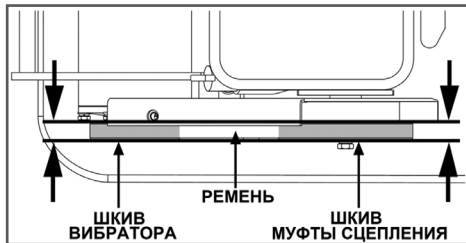

Рис. 25 Проверка соосности шкивов
5. Сдвигая двигатель в сторону от вибратора, проверяйте натяжение ремня. При этом нужно контролировать, чтобы ремень и шкивы вала вибратора и муфты сцепления были на одной оси (Рис. 25).